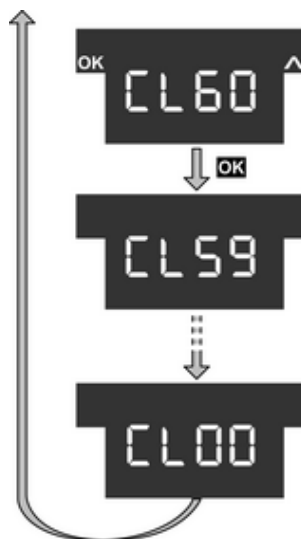

Bild 10
- Mit der Sensorfläche ^ den Menüpunkt **CL60** für die Putzfunktion auswählen und die Sensorfläche **OK** betätigen (Bild 10).